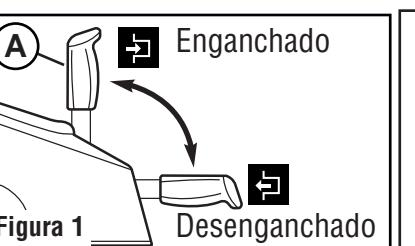

Figura 1
- Tuerca con brida nylock (4) de 5/16 de pulg (Para instalar el asiento).
- Desenganche el freno de estacionamiento (A, Figura 1) empujando la palanca hacia adelante y hacia abajo.
- Tire la palanca de freno de estacionamiento (A, Figura 1) hacia atrás y hacia arriba hasta la posición (E) enganchada.